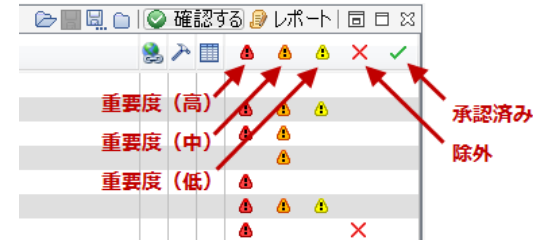

図36 結果のフィルタリング
5) フィルタを利用して「重要度が高い」問題に焦点をあててみましょう。(図36を参照)